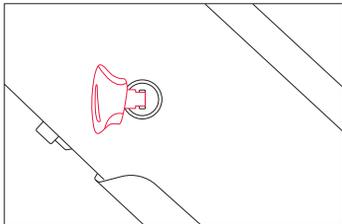
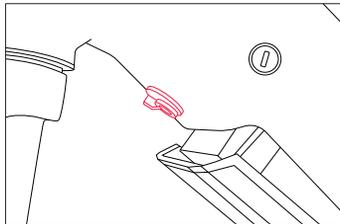

Abbildung 5
Abbildung 6
Schritt 2: Verwenden Sie den Schlüssel, um den Akku zu entriegeln (Abbildung 5). Halten Sie den Akku mit einer Hand fest und nehmen Sie ihn heraus, indem Sie den Entriegelungshebel, der sich an der Unterseite des Rahmens befindet, umlegen. (Abbildung 6).